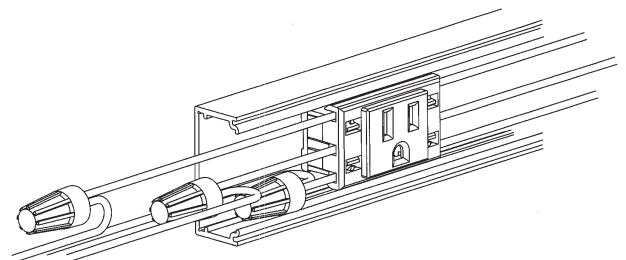

Fig. 10
- Instalar las secciones de la canaleta. Taladrar orificios de 7 mm en las bases. Fijar la base (A) a la pared con tornillos núm. 8 de cabeza plana de 8 mm. No fijar la base en una posición donde los tornillos pueden estar detrás de un tomacorriente.
5. Unit is supplied with (1) coupling (E) to connect multiple sections of aluminum PLUGTRAK®. See Fig. 10.
5. L'unité est livrée avec (1) raccord (E) pour joindre les divers sections des PLUGTRAK^{MD} en aluminium. Consulter la Fig. 10.
5. La unidad se entrega con un (1) acople (E) para unir las diversas secciones de las PLUGTRAK^{MR} de aluminio. Consultar la Fig. 10.